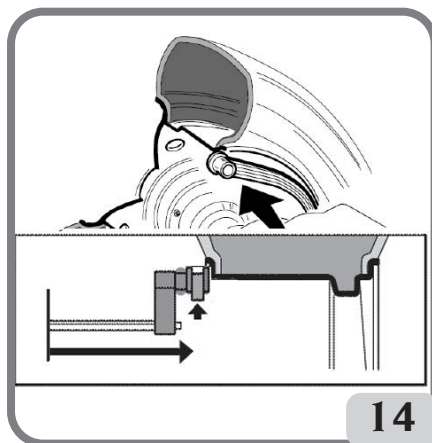
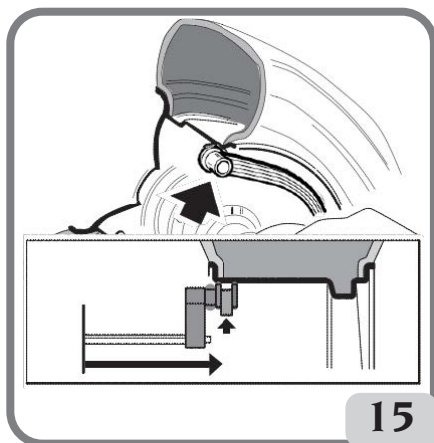

Fig.14: Adquisición manual de la distancia de la rueda en el tipo de programa ALU 2P
Fig.15: Adquisición manual de la distancia del plano interno en el tipo de programa ALU 1P
seleccionado para la aplicación del peso interno. En Alu 1P tómesese como referencia de la línea central del peso, el centro de la muesca del soporte (fig. 15). En Alu 2P debe tomarse como referencia el borde de la llanta, ya que el peso interno es de tipo resorte (fig. 14);
- Situar el extremo del brazo de medición en correspondencia con el plano seleccionado para la aplicación del peso interno (fig. 15 para ALU 1P y fig. 14 para ALU 2P). En Alu 1 P tómesese, como referencia de la línea central del peso, el centro de la muesca del soporte. En Alu 2 P se debe tomar como referencia el borde de la llanta, dado que el peso interno es del tipo tradicional de resorte.